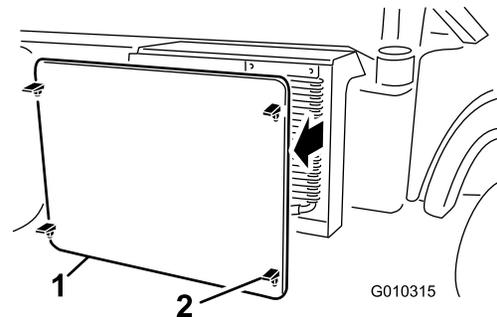

Figura 53
5. Sganciate e togliete la griglia del radiatore dalla parte anteriore del radiatore (Figura 53).